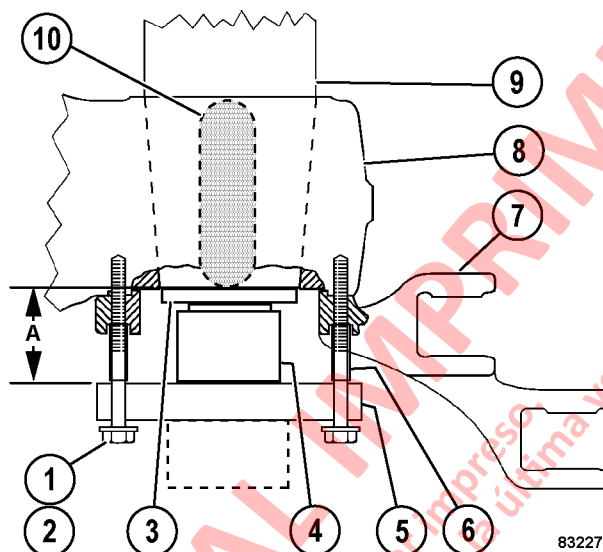

FIGURA 3-5. HERRAMIENTA DE EXTRACCIÓN CON CILINDRO HIDRÁULICO
NOTA: Es probable que las herramientas de empuje más antiguas (5, Figura 3-5) se hayan fabricado con un tubo redondo (que aparece como línea punteada) soldado en un lado. La herramienta se puede instalar al revés y utilizar con un cilindro hidráulico como se indica.
Consulte la Sección M8, Herramientas especiales, para ver las dimensiones para fabricar la herramienta de empuje y los espaciadores de husillo (6, Figura 3-5). También se necesitan tornillos y arandelas especiales.
16. Coloque 16 tornillos (1, Figura 3-5) y arandelas (2) como se indica a continuación:
18. Instale la herramienta de empuje (5) como se muestra en la Figura 3-5 solo con tres tornillos (1), tres arandelas (2) y tres espaciadores (6). Los tres tornillos deben estar separados
21. Comience con la aplicación de presión al cilindro hidráulico para separar las piezas. Si se llega a la fuerza máxima especificada del cilindro hidráulico y las piezas ahusadas aún no se han separado, aplique calor de forma lenta y uniforme al husillo como se muestra (10, Figura 3-5). Este calor se debe aplicar en dos puntos separados por 180 grados. Espere a que el calor